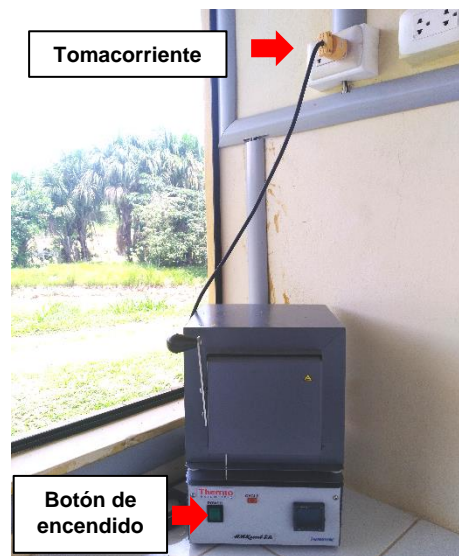

Fig.36 Encendido de la mufla
- f) Conectar la mufla al tomacorriente y encenderla, esta debe estar programa a 400 °C, una vez alcanza esta temperatura esperar entre 15 a 20 minutos para el proceso de limpieza (Fig.36).